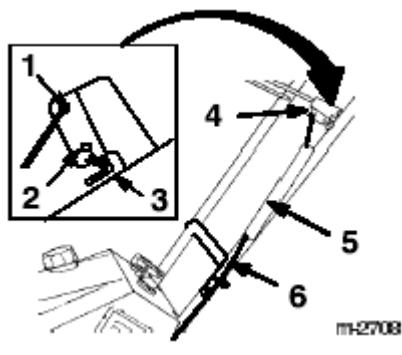

图10
1、将控制线穿过左侧的控制线导环。 (图10)
4、滑弹簧罩于弹簧和控制线调节器上，推弹簧末端穿过弹簧罩末端孔。 (图10)
6、插控制线松的一端于控制杆顶端的孔。如图10所示。
9、确保控制杆和扶手间有一个1/16到1/8英寸 (1.6到3.2mm) 的间隙，参见图10，调节间隙的方法，参见“保养”中“调节控制杆”部分。